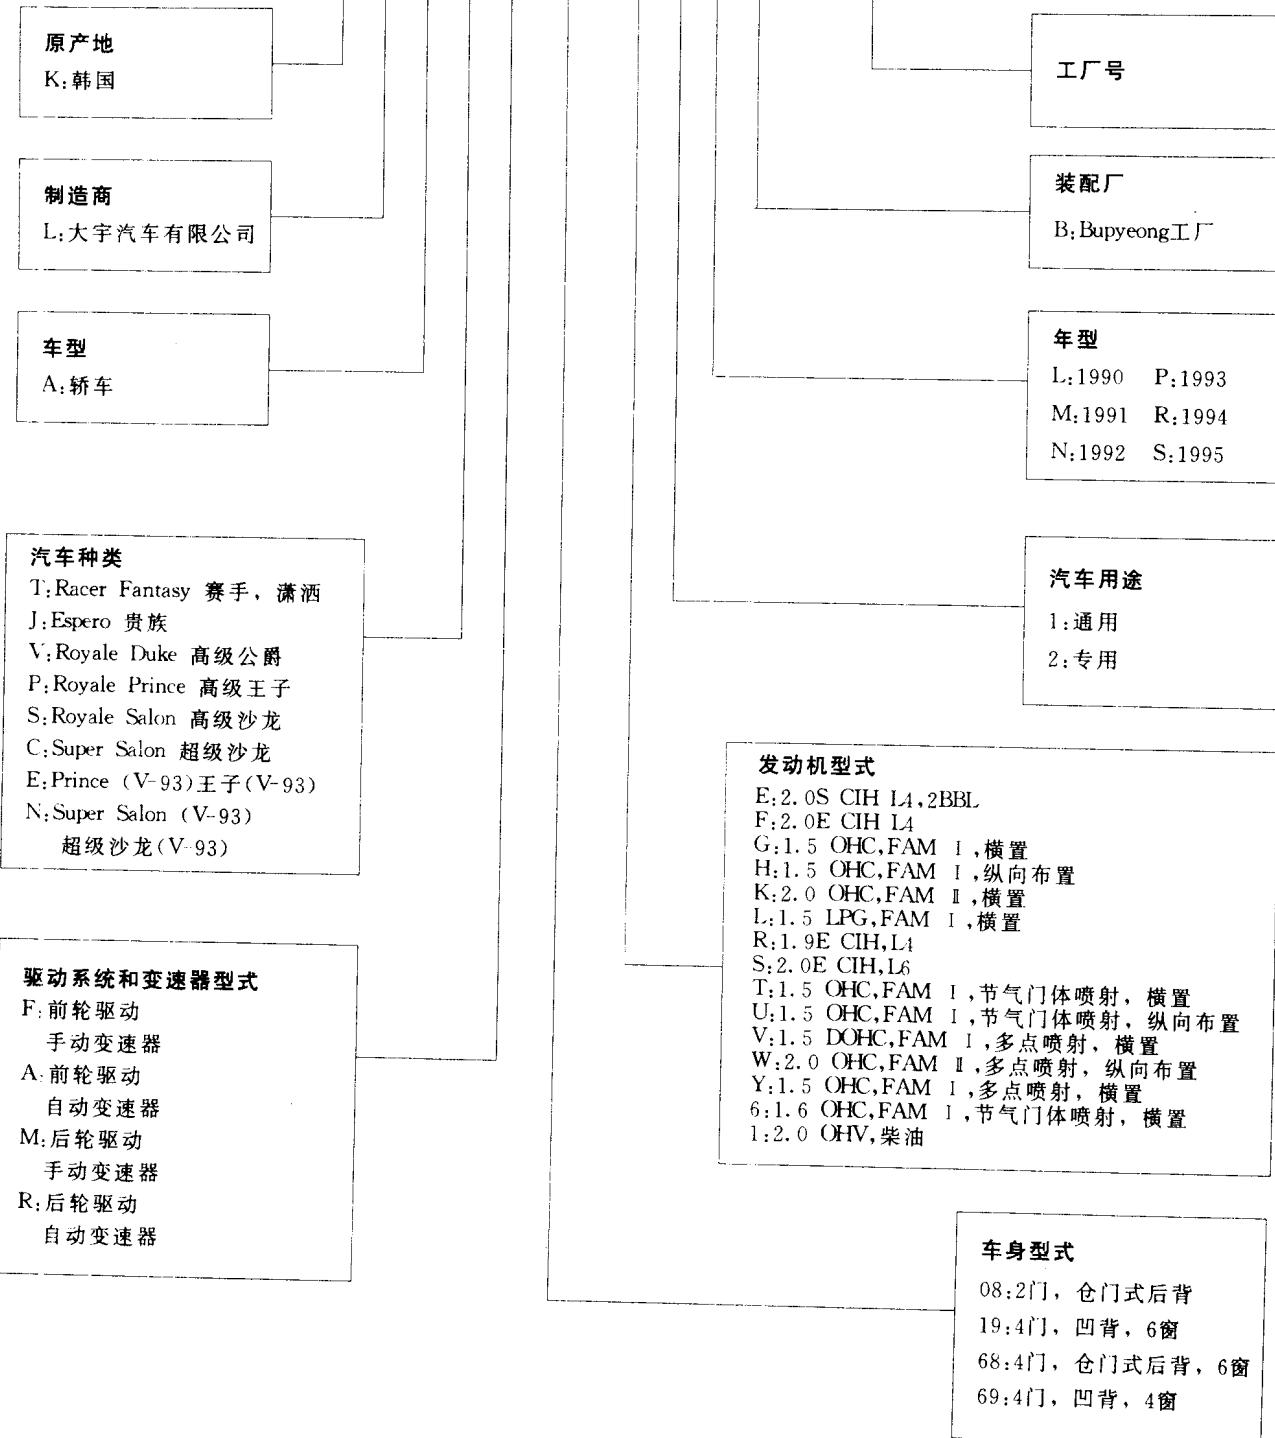

图 1-5 G. C. C. 统一标牌
- G. C. C. (海湾合作委员会)统一标牌(图 1-5)仅用在 G. C. C. 国家出口的汽车上,它装在右前门的下部。